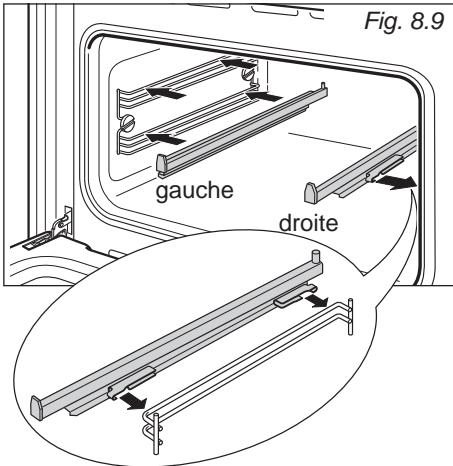

Fig. 8.9
- Installez le support de grille coulissant sur le fil supérieur d'un niveau de cuison et appuyez (fig. 8.9); Un déclic sonore se produit lorsque les verrous de sûreté s'agrafent sur le fil.